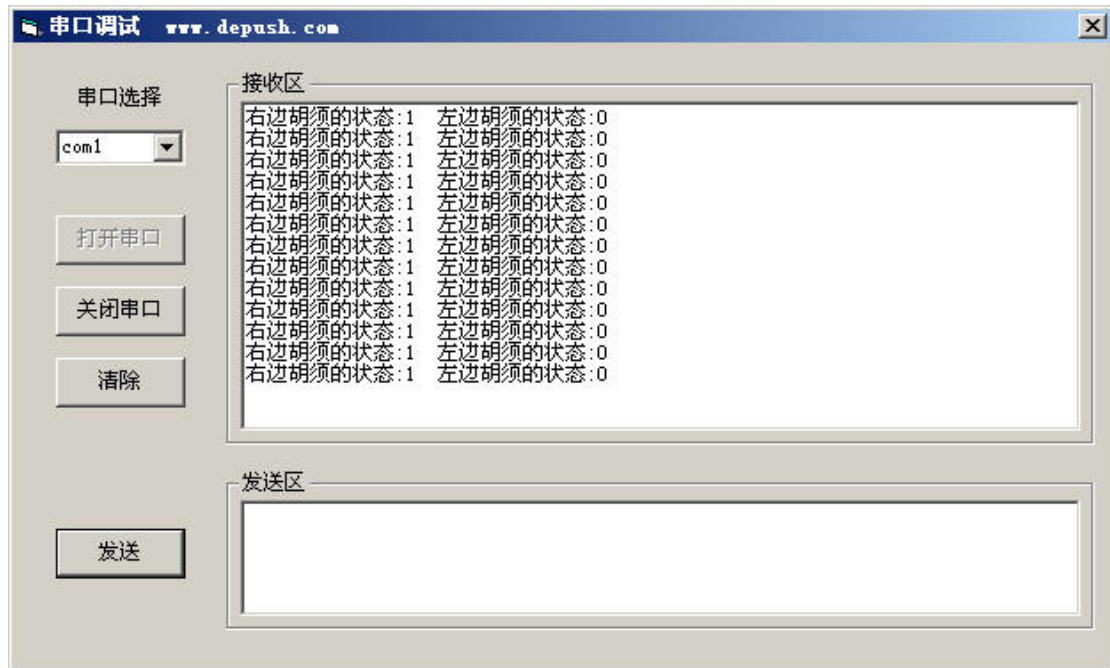

图4-8 左胡须碰到
- 把左胡须按到3-pin转接头上，注意显示为：“右边胡须的状态:1 左边胡须的状态:0”，如图4-8